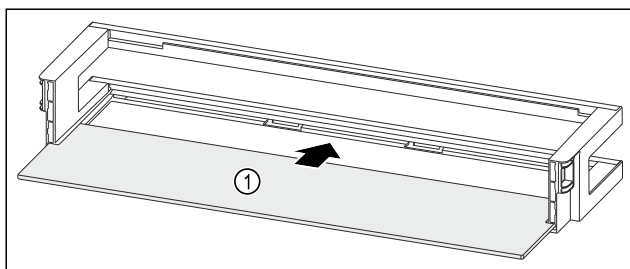

Fig. 188 Дверная полка со съемной полкой
- ▶ Вдвиньте съемную полку Fig. 188 (1) в боковые пазы.